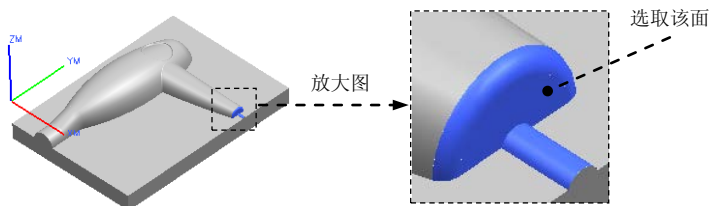

图 10.1.29 指定切削区域
Step2. 在图形区中选取图 10.1.29 所示的面为切削区域, 然后单击“切削区域”对话框